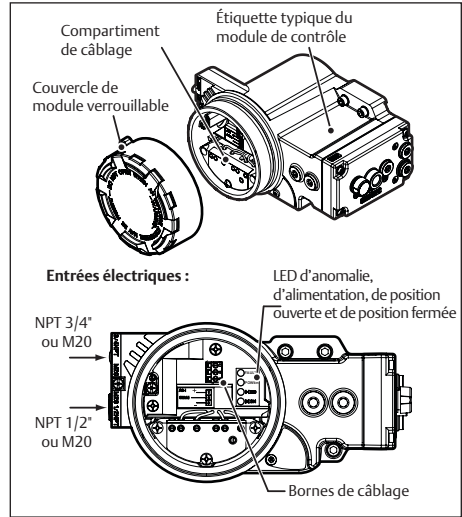

Fig. 4.2 Raccordements aux bornes derrière capot
- 1 Retirer le couvercle du module de contrôle (voir la Figure 4.2).
- 4 Monter le couvercle du module fonctionnel sur le boîtier (voir la Figure 4.2) ou passer au chapitre 5. S'assurer que le joint du couvercle est en place pour être conforme aux normes IP66/NEMA4X d'étanchéité à la poussière et à l'eau.